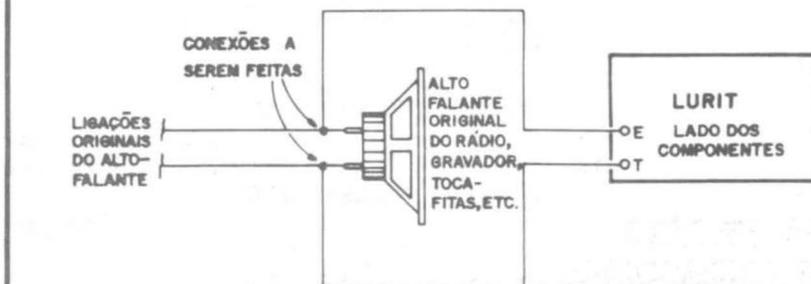

Fig.5
- FIG. 5 - Acoplamento da LURIT-10 ao sistema de áudio. A única coisa a ser feita é a conexão dos fios de Entrada ("E-T") aos próprios terminais do alto-falante que normalmente está instalado no sistema de áudio (seja ele um "radinho" de bolso, seja um "tremendão da vida", com 80 ou